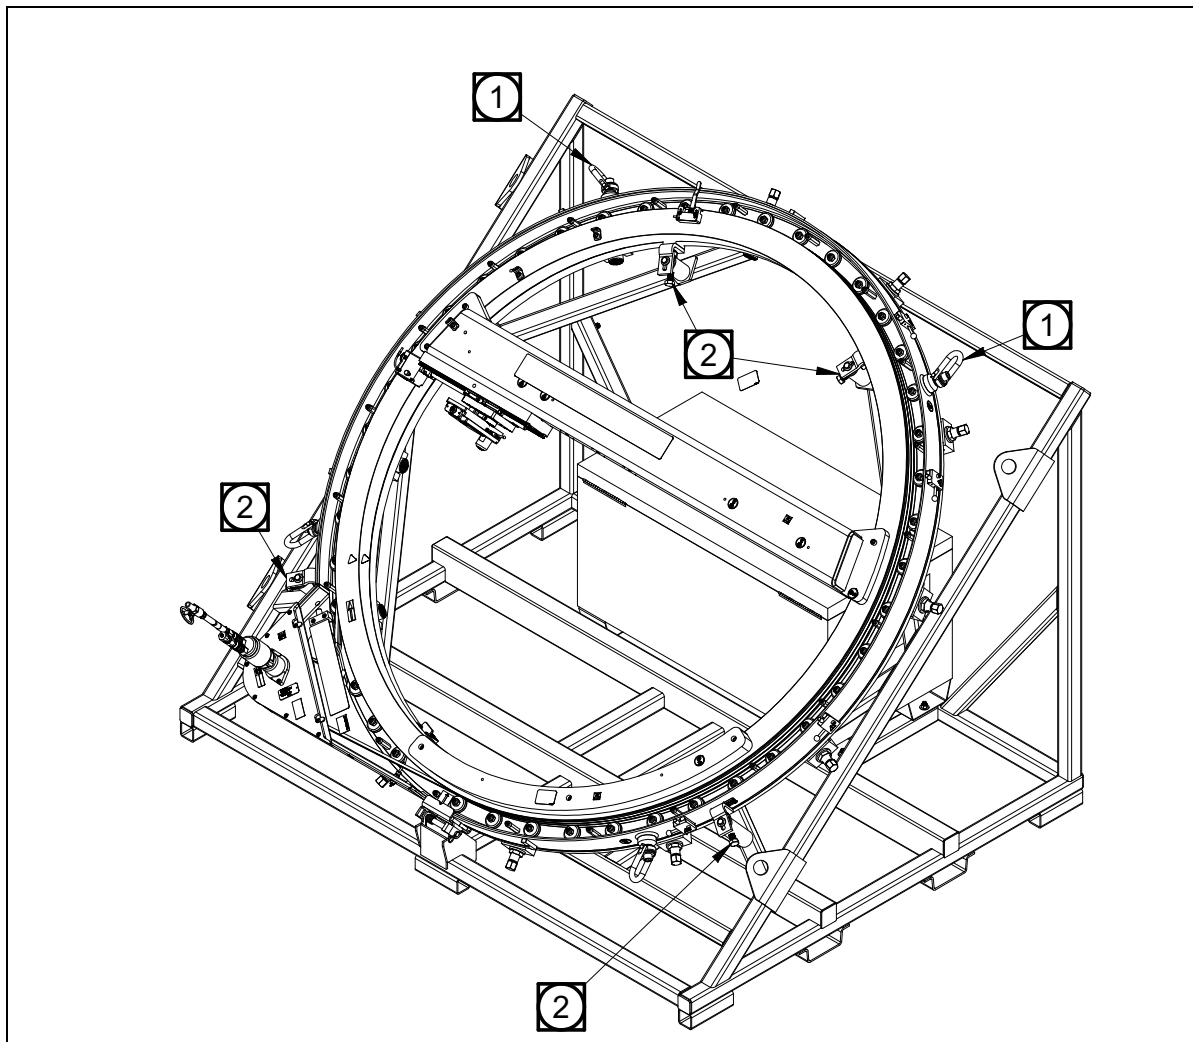

РИСУНОК 6-9. ТИПИЧНАЯ НАКЛОННАЯ ТРАНСПОРТНАЯ РАМА ДЛЯ СТАНКОВ SPEED FACER (ПОКАЗАНА МОДЕЛЬ ODF80)
6. Модель Speed Facer ODF80 и большие модели следует хранить на оригинальной транспортной раме (см. Рис. 6-9 на стр. 58.) и храните все принадлежности в коробке с инструментами.
1. Подвесьте станок, используя две подъемные проушины, как показано в квадрате с кругом 1 на Рис. 6-9 на стр. 58..
Квадрат с кругом 1 на Рис. 6-9. показывает точки подъема, предназначенные для установки и снятия